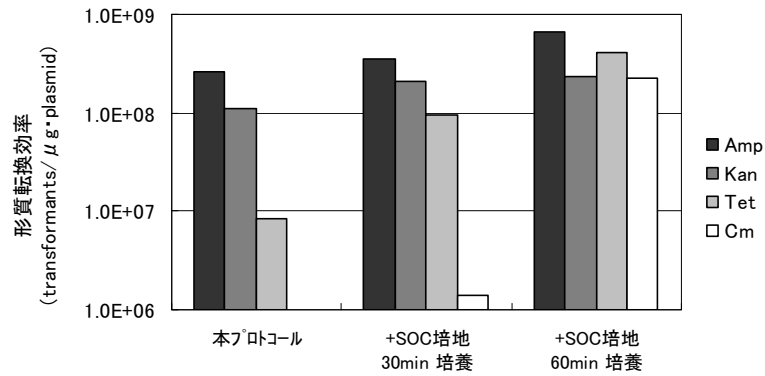

図1 様々な抗生物質を使用した場合における形質転換効率
- ・ テトラサイクリン、クロラムフェニコールでのセレクションは、本製品には適しません（次ページ図1ご参照）。また、上記以外の薬剤を使用される場合は、あらかじめ検討を行った後に使用されることをお勧めします。